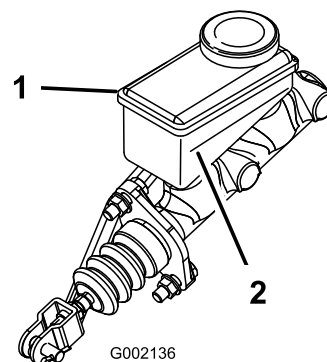

Рисунок 61
3. Проверьте уровень жидкости в боковой части бачка (Рисунок 61).
- B. Доливайте тормозную жидкость DOT 3 в бачок, пока ее уровень не будет выше отметки «Минимум» (Рисунок 61).